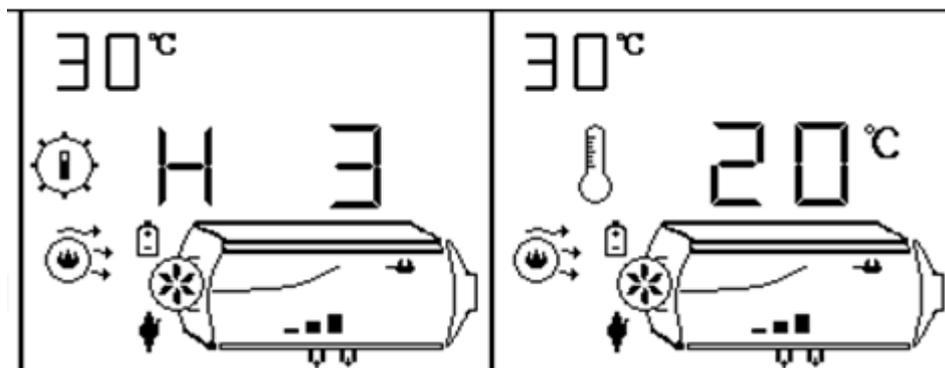

Рис. 3
В ручном режиме работы доступно 6 уровней мощности обогрева (Н1 – Н6), где Н6 – максимальная мощность. Уровень мощности выбирается кнопками (1) и (3). Текущее состояние отображается на дисплее (см. рис. 3 слева).